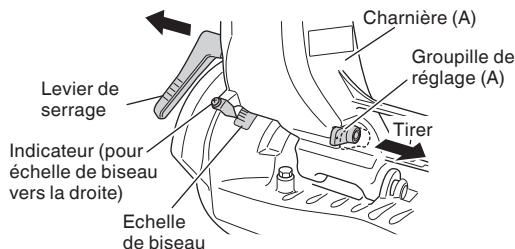

Fig. 28
- (1) Desserrer le levier de serrage et incliner la lame vers la gauche ou vers la droite. Quand on incline la tête du moteur vers la droite, tirer la groupille de réglage (A) vers l'arrière. Le levier de verrouillage est doté d'un système de maintien. Lors du contact avec l'établi et l'outil, tirer le levier de verrouillage dans la direction de la flèche comme le montre Fig. 28, puis changer le sens du levier de verrouillage.
- (2) Régler l'angle de biseau à l'angle voulu tout en regardant l'échelle d'angle de biseau et l'indicateur, puis fixer le levier de serrage.
- (3) Effectuer les opérations des paragraphes 4, 5 et 6 ci-dessus. Pour les dimensions de coupe maximales, voir le tableau des "SPÉCIFICATIONS" à la page 52.